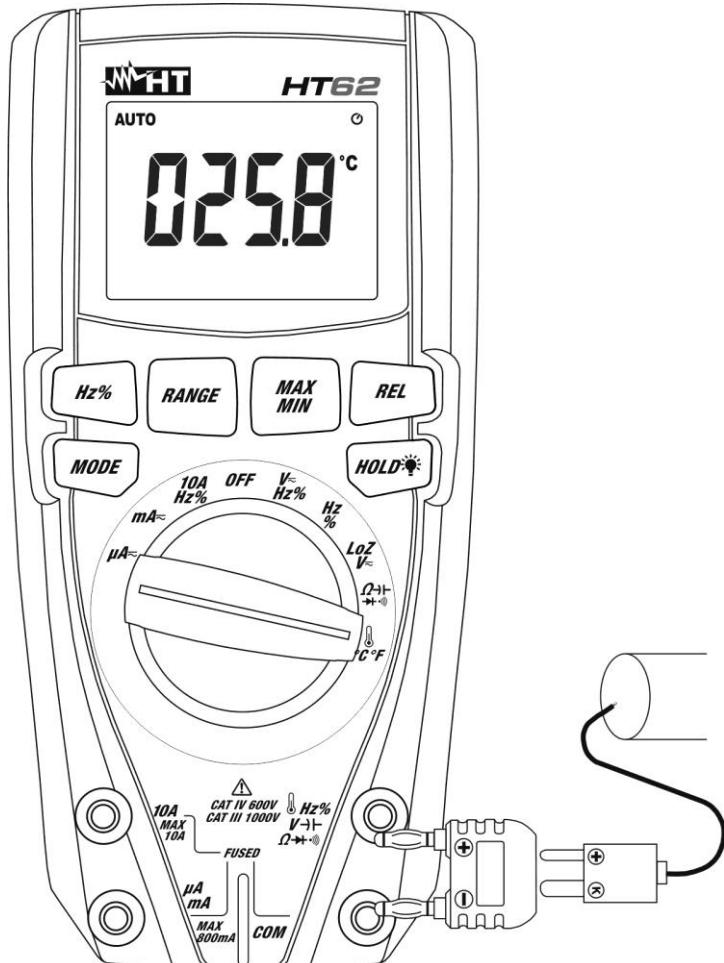

Fig. 9: Uso del instrumento para medida de Temperatura
3. Inserte el adaptador en dotación en los terminales de entrada  $\text{Hz\%V}\rightarrow\text{L}\Omega\blacktriangleright\cdot\cdot\cdot$  (polaridad +) y **COM** (polaridad -) (vea Fig. 9)